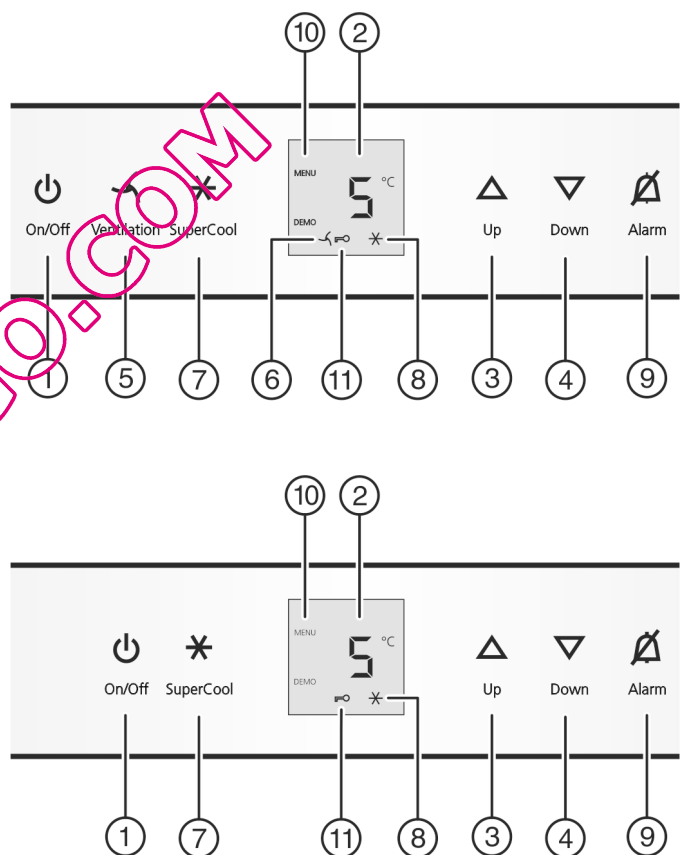

Fig. 2
- ▶ Appuyer sur la touche On/Off Fig. 2 (1).
- ▶ Activer le mode de réglage : appuyer env. 5 sec. sur la touche SuperCool Fig. 2 (7).
- ▷ Le symbole Menu Fig. 2 (10) est allumé.
- ▶ Pour confirmer, appuyer brièvement sur la touche SuperCool Fig. 2 (7).
- ▶ appuyer brièvement sur la touche SuperCool Fig. 2 (7) pour activer la sécurité enfants.
- ▷ Le symbole Sécurité enfants Fig. 2 (11) est allumé. L'affichage **c** clignote.
- ▶ appuyer brièvement sur la touche SuperCool Fig. 2 (7) pour désactiver la sécurité enfants.
- ▷ Le symbole Sécurité enfants Fig. 2 (11) s'éteint. L'affichage **c** clignote.
- ▶ Désactiver le mode de réglage : appuyer sur la touche On/Off Fig. 2 (1).
- ▶ Appuyer sur la touche Alarme Fig. 2 (9).
- ▶ Augmenter la température : appuyer sur la touche de réglage Up Fig. 2 (3).
- ▶ Diminuer la température : appuyer sur la touche de réglage Down Fig. 2 (4).
- ▶ Appuyer brièvement sur la touche SuperCool Fig. 2 (7).
- ▷ Le symbole SuperCool Fig. 2 (8) s'allume dans l'affichage.
- ▷ Le symbole SuperCool Fig. 2 (8) s'éteint dans l'affichage.